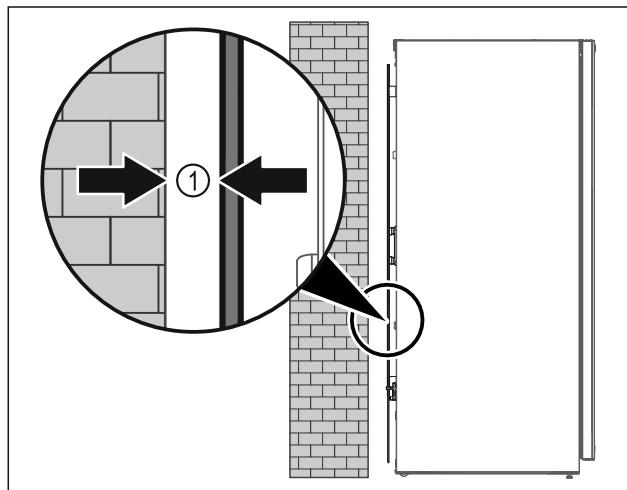

Fig. 4
- Поставете уреда свободностоящ в помещението или директно на стената на минимално разстояние от 5 mm Fig. 4 (1).